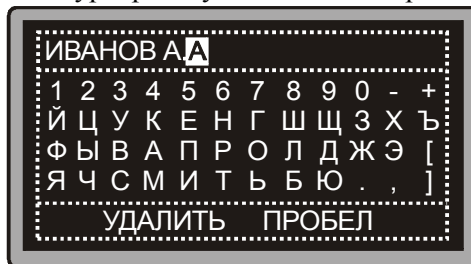

Рис. 6.15 Выбор изменяемого символа
**6.15.2.8** Выбрав курсором параметр, значение которого необходимо изменить, нажать кнопку "←", откроется окно ввода текста (Рис.6.15). При этом курсором будет выделен первый символ строки.